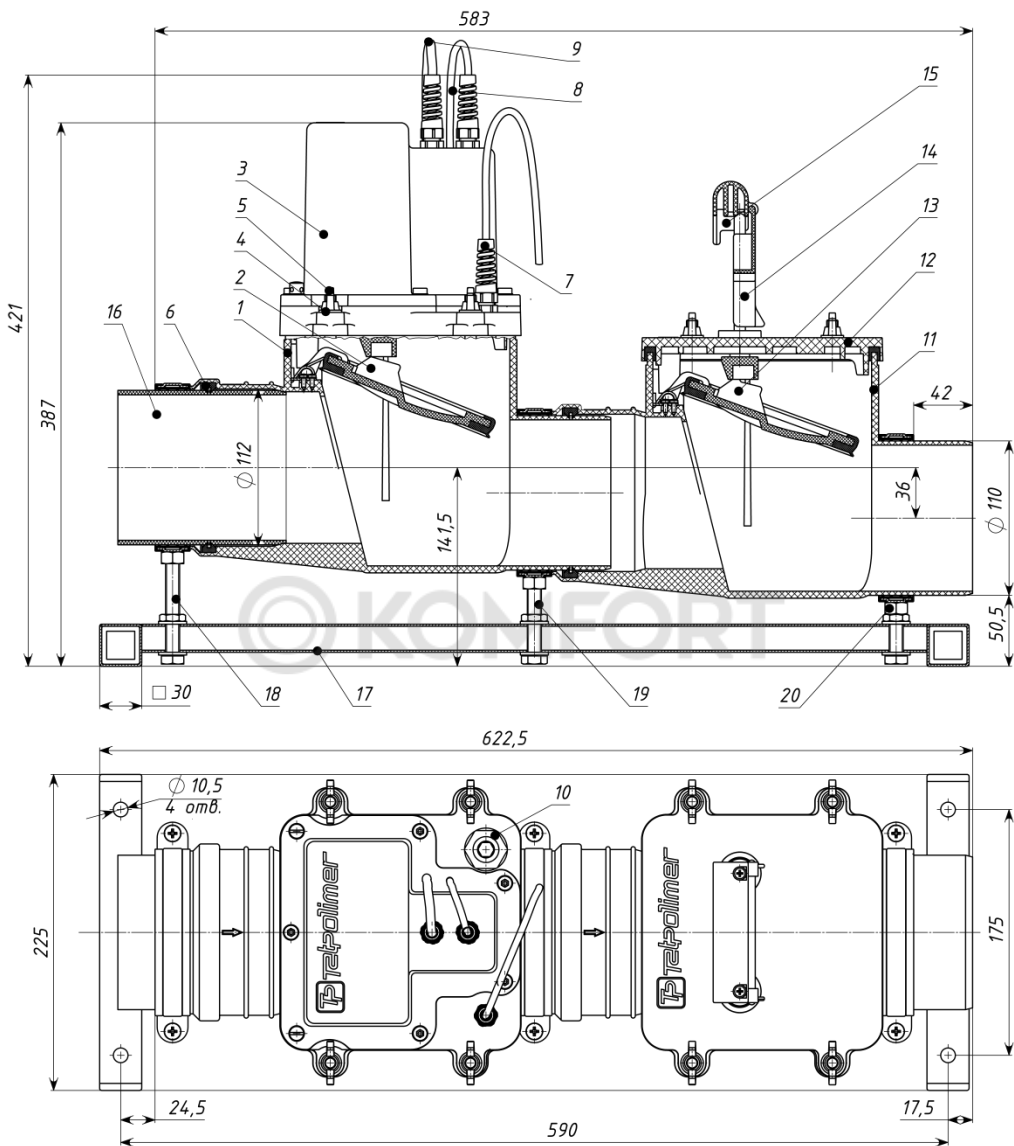
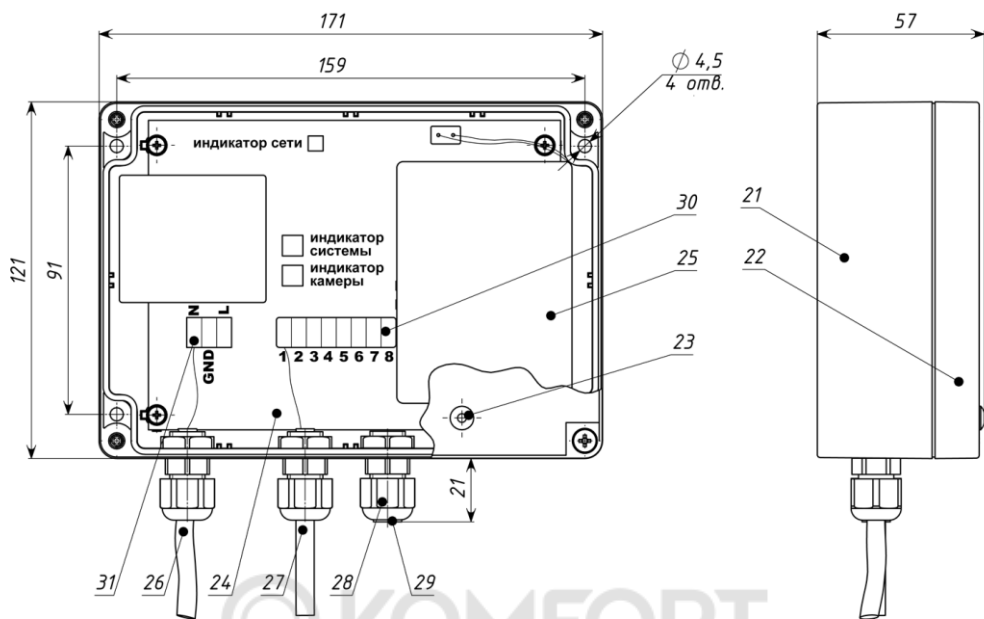
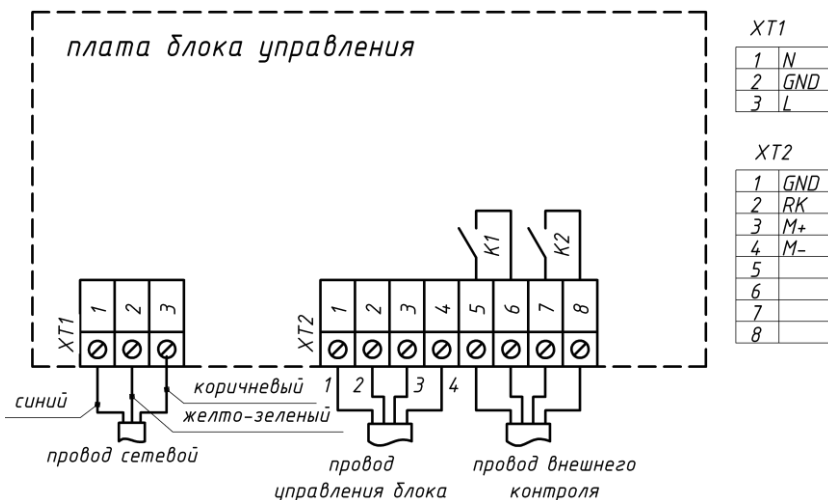

Рис. 1. Камеры на раме
Рис. 2. Блок управления
Рис. 3 Схема расположения контактов блока управления
Основные размеры приведены на рис. 1 и 2.
В состав камер затвора и рамы входят (рис. 1):
В состав блока управления входят (рис. 2):
Блок управления и камера с электроприводом электрически связаны между собой соединенными через разъем проводами 9 и 27 (рис. 1 и 2).
Система запирания затвора представляет собой две камеры, установленные последовательно и снабженные автоматическим электроприводом, а также ручным приводом с запирающими заслонками 2 и 13 (рис. 1). В **нормальном** режиме работы при отсутствии подтопления заслонки находятся в открытом положении. При этом на блоке управления (рис. 2) на индикаторе камеры сигналы отсутствуют, горят **зеленым** индикатор сети и системы. Контакты K1 и K2 (рис. 3) замкнуты.
Во время подтопления стоками выше 70% от внутреннего диаметра подающей трубы затвора, поступает сигнал с датчика 7 в блок управления. Микроконтроллер блока управления подает сигнал электроприводу на закрытие, заслонка 2 закрывается и перекрывает обратный ток стоков. На блоке управления при этом включается звуковой сигнал и загорается индикатор камеры сначала **синим** (обнаружение стоков), затем после закрытия – **красным** цветом (затвор закрыт). Контакты K1 (рис. 3) замкнуты, а контакты K2 разомкнуты.
В случае отключения электроэнергии устройство полностью сохраняет свою работоспособность в течение максимум 96 ч благодаря встроенному необслуживаемому аккумулятору. При этом на индикаторе сети сигнал отсутствует, индикатор системы горит **зеленым**, контакты K1 и K2 (рис. 3) разомкнуты. По мере разрядки аккумулятора на индикаторе системы (рис. 2) может периодически пульсировать или загораться **зеленый** цвет и подаваться звуковой сигнал.
Перед подсоединением затвора к канализационной магистрали нужно удалить транспортировочный патрубок 16 (рис. 1), отвернув для этого на длинном хомуте 18 два винта и снять верхнюю скобу хомута, затем подсоединить в место патрубка 16 канализационную трубу (компенсационный патрубок). После подсоединения затвора к канализационной трубе верхнюю скобу хомута 18 необходимо установить на место и надежно зафиксировать двумя винтами до плотного обжатия трубы. **Эксплуатация без закрепленной верхней скобы запрещена**, т.к. может привести к потере герметичности при подтоплении в результате смещения одной из камер затвора.
Для крепления блока предусмотрено 4 отверстия на корпусе 21 блока (рис. 2) диаметром 4,5 мм (крепеж в комплект поставки не входит). Провода 26 и 27 при установке блока на стене должны располагаться снизу. При монтаже необходимо учитывать, что длина провода сетевого – 3 м, а провода управления блока – 6 м.
1. Проверить от руки затяжку гаек-барашек 5 (рис. 1) электропривода 3 и крышки 12 (для удобства обслуживания, если необходимо, допускается замена гаек-барашек на гайки под ключ, входящие в комплект);
3. Проверить соединение розетки двухконтактного разъема провода 8 датчика привода (рис. 1) с вилкой датчика 7;
4. Проверить соединение вилки четырехконтактного разъема провода 9 управления привода (рис. 1) с розеткой провода 27 управления блока (рис. 2);
6. Вынуть аккумулятор 25 (рис. 2) из корпуса 21 блока и подключить двухконтактный разъем к ответной части на плате управления 24 (**соблюдать полярность при подключении**);
11. Дождаться зарядки аккумулятора в течении 6 ч (полная зарядка аккумулятора происходит в течение 48 ч, при этом на индикаторе системы (рис. 2) может периодически пульсировать или загораться **зеленый** цвет и подаваться звуковой сигнал);
1. Вынуть заглушку 23 крышки (рис. 2) на крышке 22 блока;
3. Дождаться когда на блоке управления загорится индикатор камеры **красным** цветом (затвор закрыт) и включится звуковой сигнал (контакты K1 и K2 (рис. 3) остаются в том же состоянии, что и до входа в тестовый режим);
4. Закреть вручную заслонку 13 (рис. 1) освободив фиксатор 14 и опустив рукоятку толкателя 15 вниз до характерного щелчка;
2. Вынуть заглушку 23 крышки (рис. 2) на крышке 22 блока;
4. Дождаться когда на блоке управления загорится индикатор камеры **красным** цветом (затвор закрыт) и включится звуковой сигнал (контакты К1 (рис. 3) остаются в том же состоянии, что и до входа в тестовый режим, т.е. замкнуты, а К2 разомкнутся на время закрытого состояния затвора);
5. Дождаться когда произойдет опрос датчика, и при обязательном условии отсутствия подтопления, электропривод 3 (рис. 1) откроет заслонку 2, а звуковой сигнал прекратится (контакты К1 и К2 (рис. 3) остаются в рабочем замкнутом состоянии);
6. Установить на место заглушку 23 на крышке 22 блока (рис. 2).
2. Отвернуть гайку с защитой от перегиба на датчике 7 (рис. 1) и вынуть датчик из посадочного места;
3. Вынуть заглушку крышки 23 (рис. 2) на крышке 22 блока;
5. Дождаться когда на блоке управления загорится индикатор камеры **красным** цветом (затвор закрыт) и включится звуковой сигнал (контакты К1 и К2 (рис. 3) разомкнуты);
6. Дождаться когда произойдет опрос датчика, и при обязательном условии отсутствия подтопления, электропривод 3 (рис. 1) откроет заслонку 2, а звуковой сигнал прекратится (контакты К1 и К2 (рис. 3) разомкнуты)
9. Установить на место заглушку 23 (рис. 2) на крышке блока 22;
10. Подключить блок управления к сети, вставив вилку провода сетевого в розетку 220 В (контакты К1 и К2 (рис. 3) замкнуты);
3. Дождаться когда на блоке управления загорится индикатор камеры **красным** цветом (затвор закрыт) и включится звуковой сигнал (контакты К1 и К2 (рис. 3) остаются в том же состоянии, что и до входа в тестовый режим).